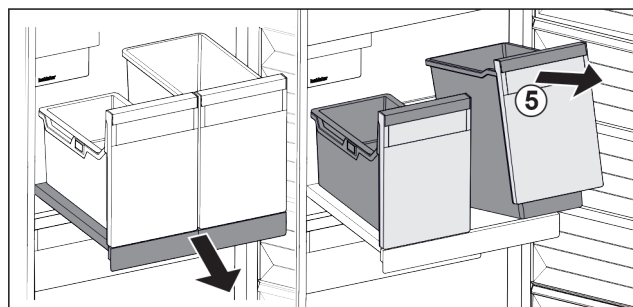

Fig. 89
- ▶ Spremnik Fig. 89 (5) podignite sprijeda.